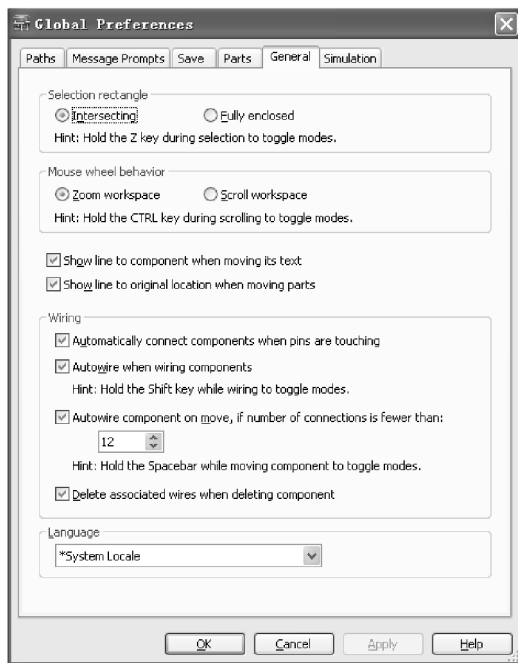

图 4-5 General 标签页
① Return to Component Browser after placement 选择框: 放置元器件之后, 是否返回到元器件浏览窗口。这一功能选项可以方便放置不同的元器件。
② Place single component 选择框: 该项选中仅允许一次放置一个被选元器件, 不论是单个封装或是复合封装。
③ Continuous placement for multi-section part only (ESC to quit) 选择框: 对于复合封装元器件, 可以单个连续放置, 按 **Esc** 键结束放置。
④ Continuous placement for multi-section part only (ESC to quit) 选择框: 指选取一次元器件, 可连续放置多个该元器件, 不论是单个封装或是复合封装。按 **Esc** 键结束放置。
(5) General 标签页 (常规设置): General 标签页如图 4-5 所示。